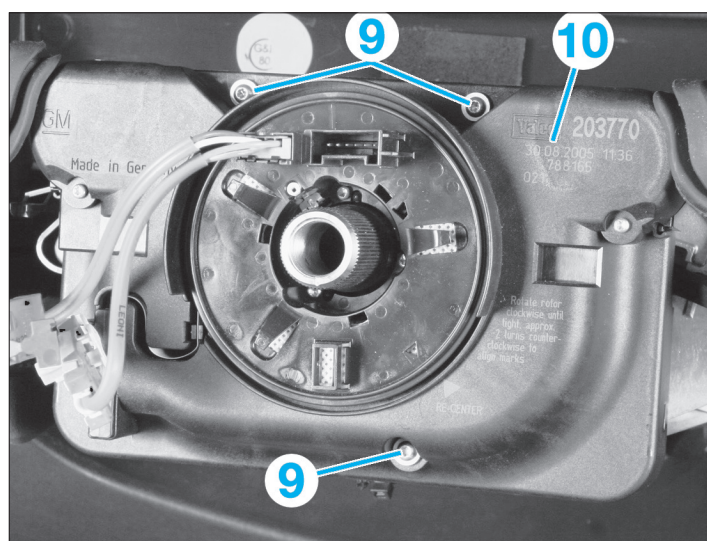

FIG. 11
- les 3 vis de fixation (9) le module de commande "CIM" (10) (fig. 11).